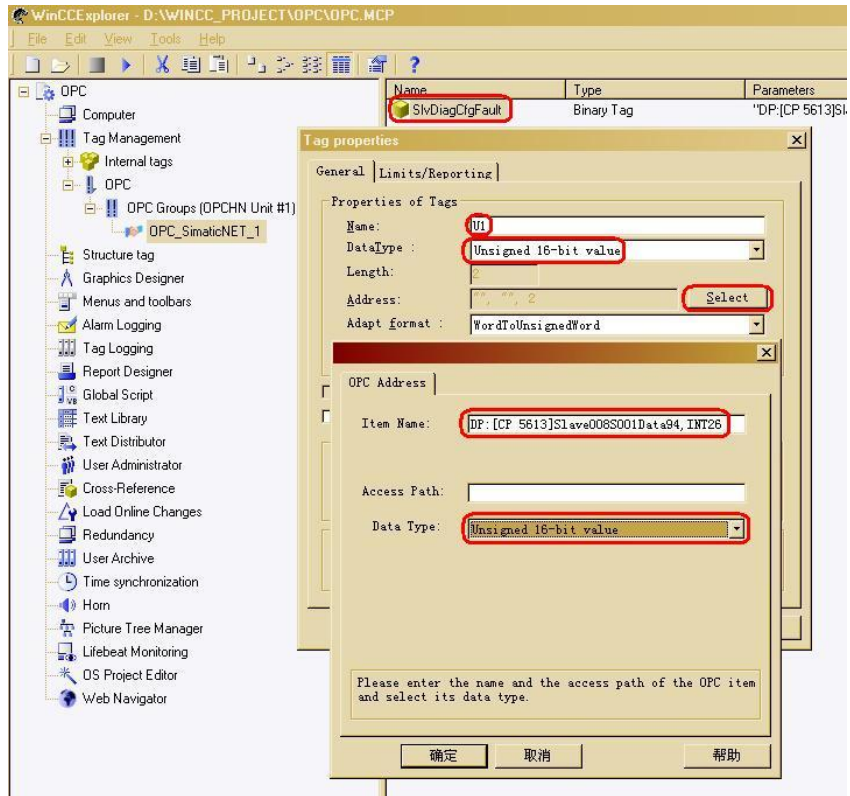

图 15
(G) 与步骤(A)类似，根据数据记录的语法修改该 OPC 变量的条目名称，如图 15 所示。